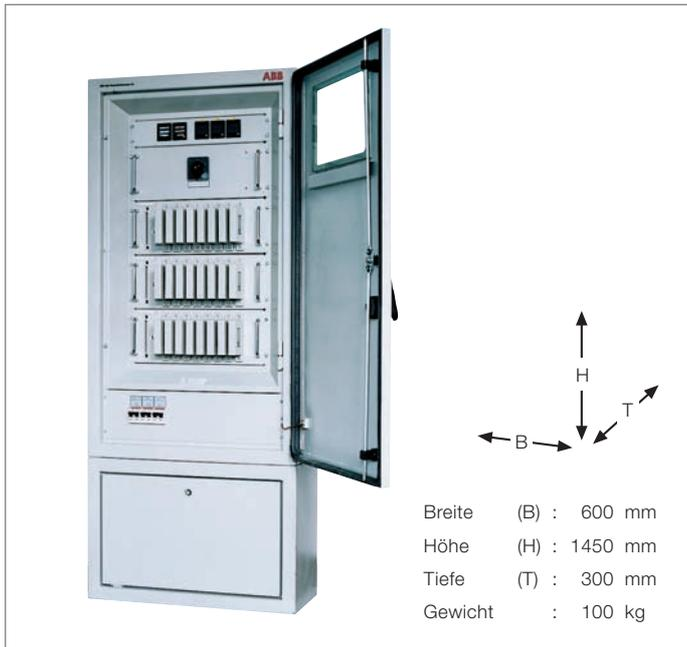

Bild 3: Mess- und Auslöseeinrichtung
Der Impulstransformator überträgt den Auslöseimpuls von der Auslöseeinrichtung (Bild 3) auf die Sprengkapsel 10 im Is-Begrenzer-Einsatz und dient gleichzeitig zur galvanischen Trennung der Auslöseeinrichtung von der auf Netzpotential liegenden Sprengkapsel.
Die Mess- und Auslöseeinrichtung ist in einem Stahlblech-Geräteschrank (Bild 3) oder im Gerätekasten des  $I_s$ -Begrenzer-Schaltfeldes untergebracht.
- eine Mess- und Auslöseeinrichtung (Bild 3).
Die Mess- und Auslöseeinrichtung befindet sich im Niederspannungs-Gerätekasten. Die Is-Begrenzer-Einrichtung (Festeinbau) für 36/40,5 kV wird in einem metallgekapselten Schaltfeld geliefert. Die Mess- und Auslöseeinrichtung ist wie bei der Geräteeinlieferung in einem separaten Stahlblechschrank (Bild 3) eingebaut. Die elektrischen Daten für alle Is-Begrenzer-Einrichtungen als Festeinbau sind die gleichen wie bei der Geräte-Lieferung. Maße und Gewichte auf Anfrage.